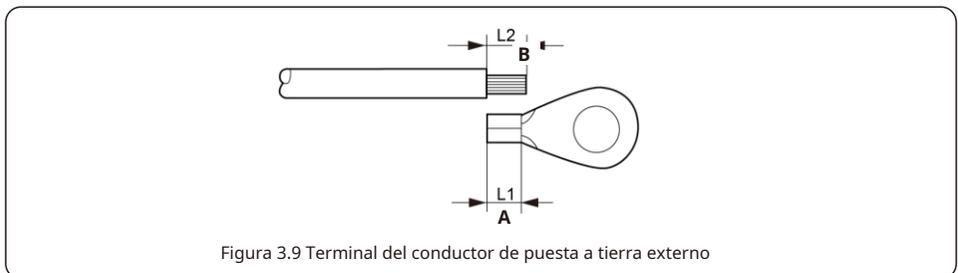

Figura 3.9 Terminal del conductor de puesta a tierra externo
3. Pele el aislamiento del cable de tierra hasta obtener una longitud adecuada. (consulte la Figura 3.9)